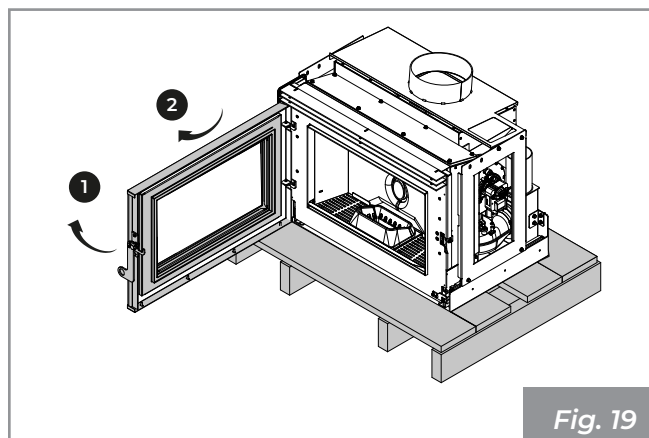

Fig. 19
- Abrir la puerta ( **Fig. 19** )